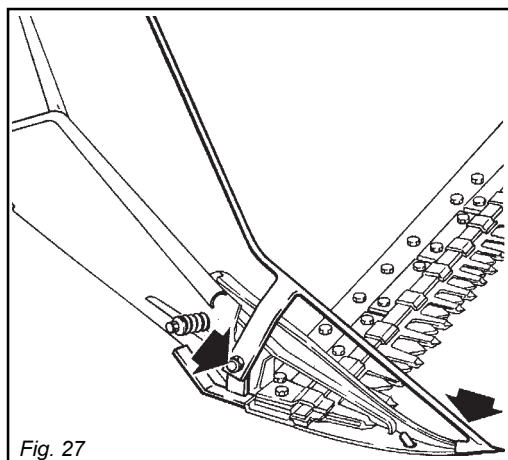

Fig. 27
- Quando si hanno foraggi molto alti che tendono ad intasare l'andana normale, si consiglia di montare l'andana supplementare sulla scarpa esterna e fissarla con la vite della slitta (Fig. 27).
- The supplementary guide is recommended mostly for forage which tends to obstruct the normal guide. Mount the supplementary mowing guide on the external shoe and tighten with the slide screw (Fig. 27).
- Man empfiehlt diese Schwadstange, wenn man sehr hohes Gras mähen soll, wobei das normale Schwadblech verstopfen würde. Die zusätzliche Schwadstange auf dem äusseren Schuh anbauen und mit der Schlittenschraube befestigen (Abb. 27).
- L'andaineuse supplémentaire est conseillée, si on a des fourrages très hautes qui tendent à entasser l'andaineuse normale. Monter l'andaineuse sur la semelle extérieure et la fixer avec la vis du chariot (Fig. 27).
- Se aconseja la andana suplementaria cuando hay forrajes muy altos que pueden obstruir la andana normal. Montar la andana suplementaria en la zapata externa y fijarla con el tornillo del carril de deslizamiento (Fig. 27).